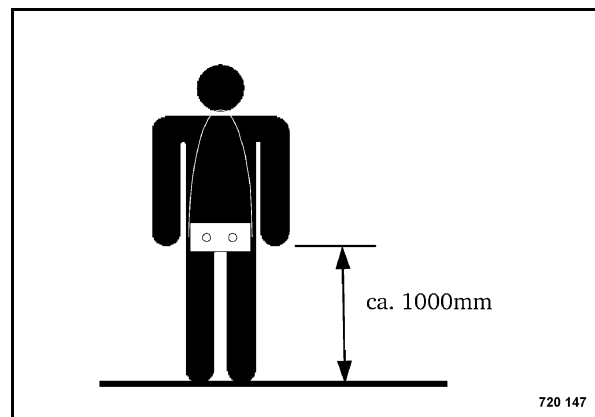

Рис. 5
- Дистанционное управление согласно предписанию необходимо носить перед собой (Рис. 5).